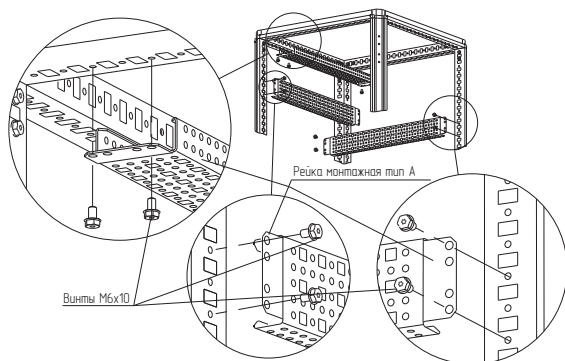

Рисунок 3
4.1.2 Приложить рейку монтажную тип А к стойкам каркаса на нужной высоте или к профилям крыши и закрепить винтами с самонарезающей резьбой М6×10 (рисунок 3). Момент затяжки – 7 Н·м.